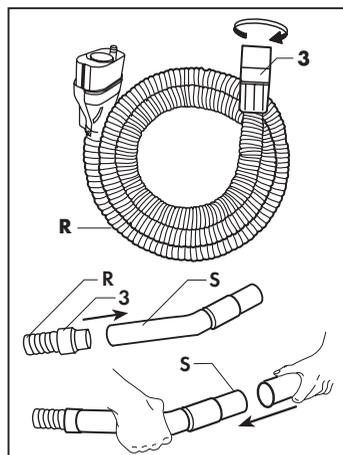

Fig. 7
Per l'accoppiamento dei vari componenti è sufficiente inserire il raccordo (3) del flessibile (R) nell' impugnatura S e inserire la parte femmina dell'accessorio che si intende utilizzare nella parte terminale maschio dell'impugnatura S. (Fig. 7).